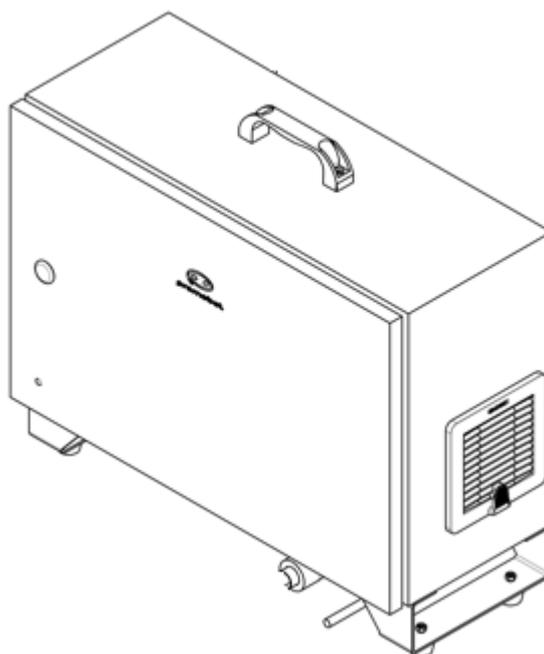
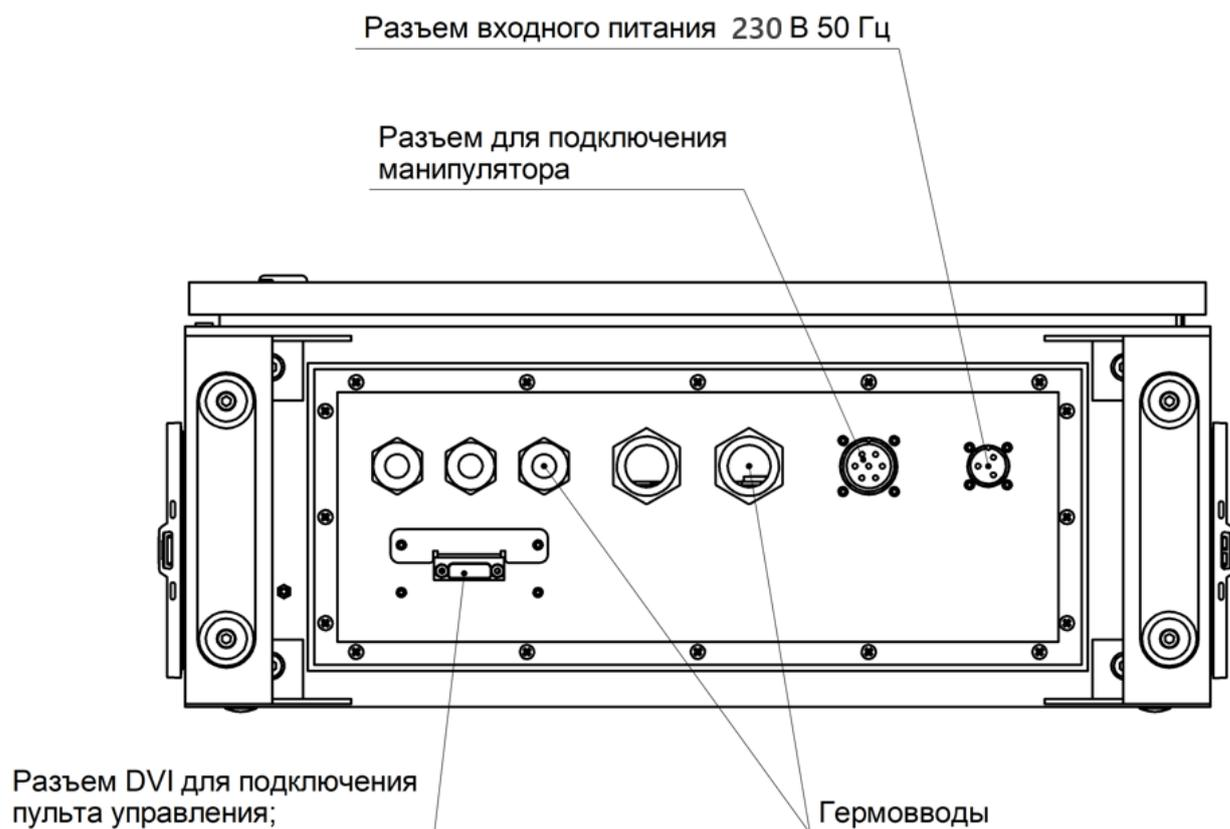

Рисунок I-9 – Шкаф управления Promobot M13
Рисунок I-15 – Расположение разъема подключения манипулятора и гермоввода для прохода кабеля пульта управления
Шкаф управления Promobot M13 (см. Рисунок I-9) выполняет функции питания, управления, обеспечивает безопасность работы и позволяет манипулятору интегрироваться с внешними системами автоматизации. Для обеспечения данного функционала шкаф управления содержит группы электрических интерфейсов – входы и выходы шкафа управления. Все внешние подключения должны осуществляться исключительно через гермовводы разных диаметров, обеспечивающие защиту корпуса шкафа от проникновения пыли и жидкостей (см. Рисунок I-15).
**Примечание** – Положение разъемов и гермовводов может отличаться от представленного на рисунке (см. Рисунок I-15).
2. Подключите кабель манипулятора к шкафу управления и к манипулятору (см. Рисунок I-15).